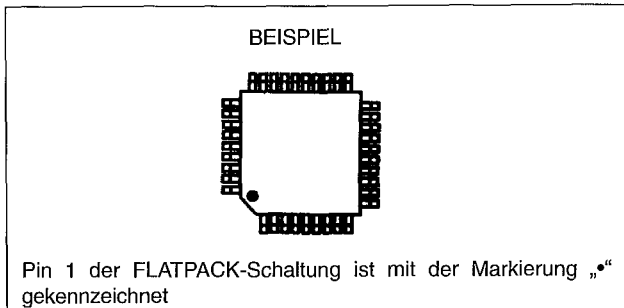

Abb. 2-9
b. Die Markierung „*“ auf der Flatpack-Schaltung kennzeichnet Pin 1. Diese Markierung muß mit dem Kontakt 1 auf dem Print übereinstimmen. Löten Sie die vier Ecken der Schaltung an (siehe Abb. 2-9)